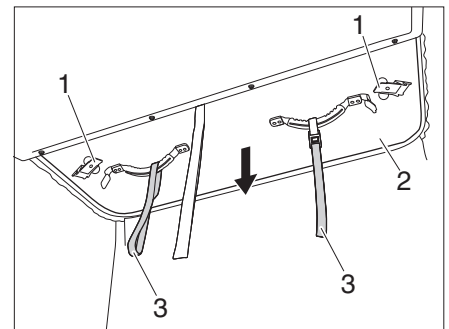
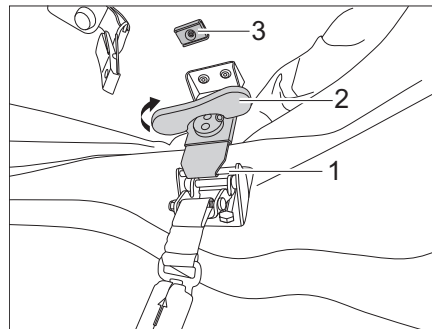

Bild 24 Aufstelldach nach unten ziehen
Bild 25 Verriegelung spannen
- ▷ Um mögliche Beschädigungen am Zeltstoff zu vermeiden, die Verschlusshebel (Bild 24,1) oben am Magnet (Bild 25,3) fixieren.
- ▷ Vor Fahrtbeginn prüfen, ob die Verschlusshebel der Verriegelungen (Bild 25,1) links und rechts korrekt spannen. Bei Bedarf nach Anleitung des Herstellers die Verriegelung einstellen.
- Prüfen, ob die Verriegelungen durch die Magnete (Bild 25,3) fixiert sind.
- Aufstelldach (Bild 24,2) mit Blick in Richtung Heck an den Ziehvorrichtungen (Bild 24,3) **langsam** nach unten ziehen und beobachten, ob der Stoffbalg sauber nach innen fällt.
- Verschlusshebel (Bild 24,1) vom Magnet (Bild 25,3) lösen und in die Rastung (Bild 25,1) einhängen.
- Drehgriff (Bild 25,2) der Verriegelung im Uhrzeigersinn drehen, bis die Verriegelung fixiert ist.
- Drehgriff (Bild 25,2) nach oben klappen.
- ▷ Sollte der Verschlusshebel (Bild 24,1) ein zu großes Spiel haben und das Aufstelldach nicht richtig schließen, kann die Verriegelung nachjustiert werden, siehe Kapitel 12.3.2.